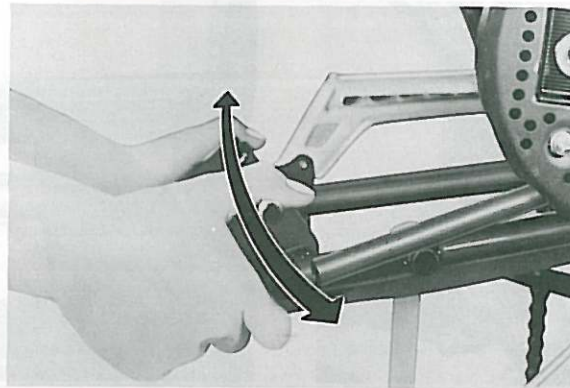

Fig. 5-8-1
1. With rear wheel and shock absorbers removed, grasp the end of the arm and move from right to left to check for free play. (Fig. 5-8-1)
1. Après dépose de la roue et des amortisseurs arrière, saisir les extrémités des bras oscillants, et les secouer doucement de droite à gauche pour voir si on ne sent pas un jeu latéral. (Fig. 5-8-1)
1. Hinerrad und Stoßdämpfer ausbauen; danach die Enden der Schwingenarme ergreifen und von rechts nach links bewegen, um das frei Spiel zu prüfen. (Fig. 5-8-1)